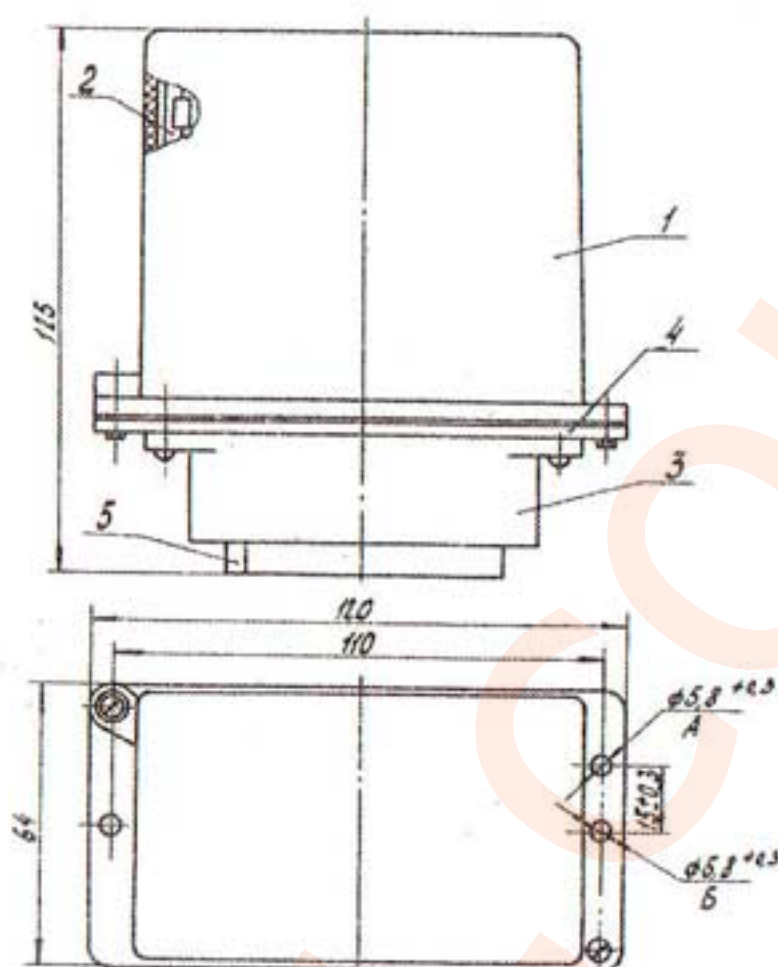

Рисунок 1 - Блок БДУ-4-3
2.8 Габариты блока	см. рис. 1
4.1 Конструктивно блок выполнен в виде пластмассового корпуса, на основании которого крепится вилка соединителя и печатная плата с элементами (рис. 1). На основании также имеется ключ для безошибочной установки блока на свое место в аппарате. После установки блок крепится двумя винтами.